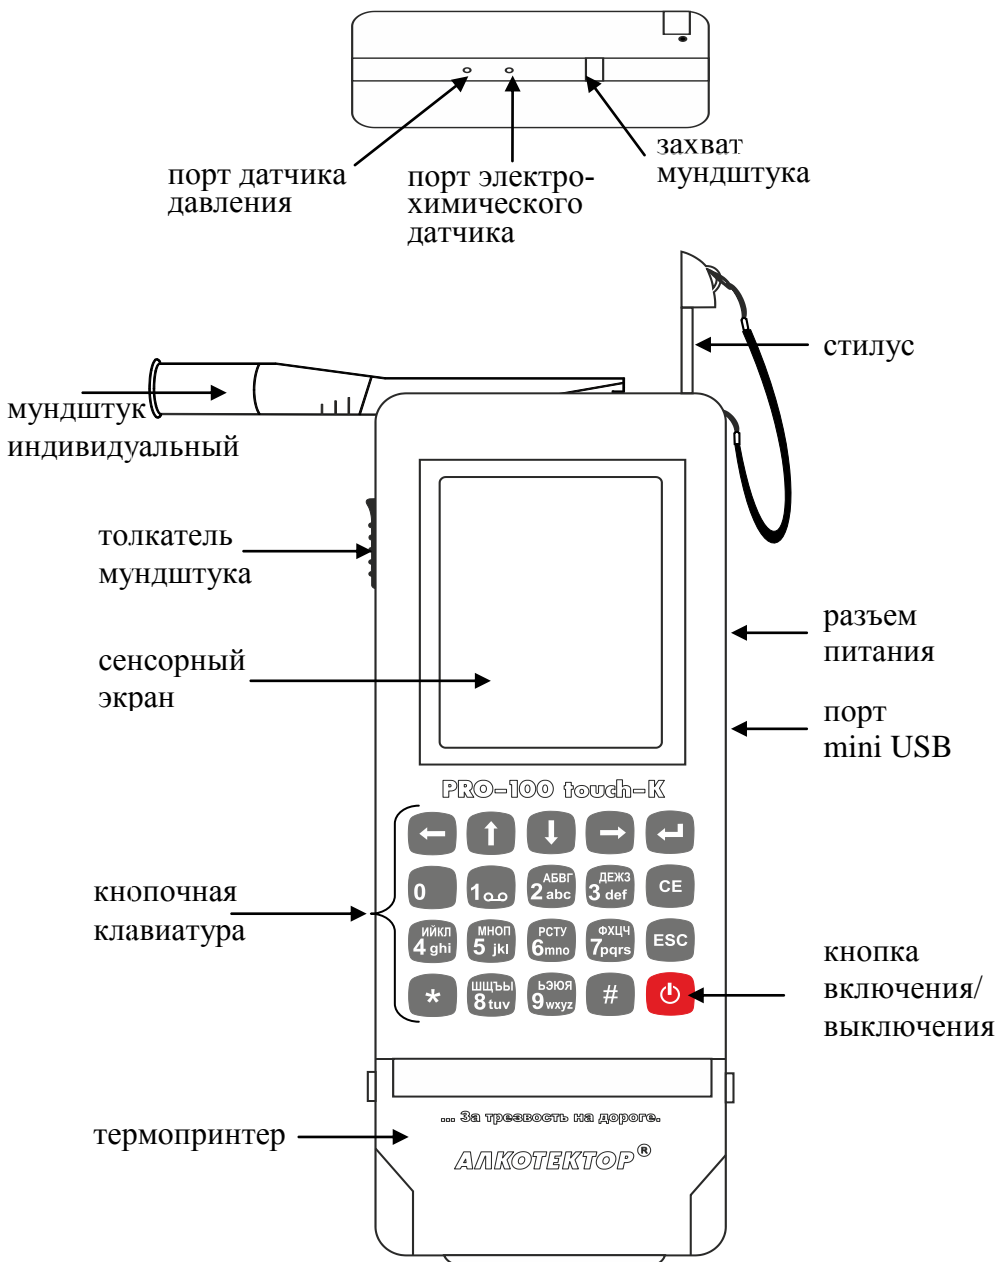

Рисунок 1 – Внешний вид анализатора (вид сверху и передняя панель)
1.4.15 Между направляющими для установки мундштука анализатор имеет **два входных порта заборной системы**; через один (металлический) воздух поступает на датчик давления, через другой (черный пластиковый) воздух поступает на электрохимический датчик (рисунок 1, вид сверху).